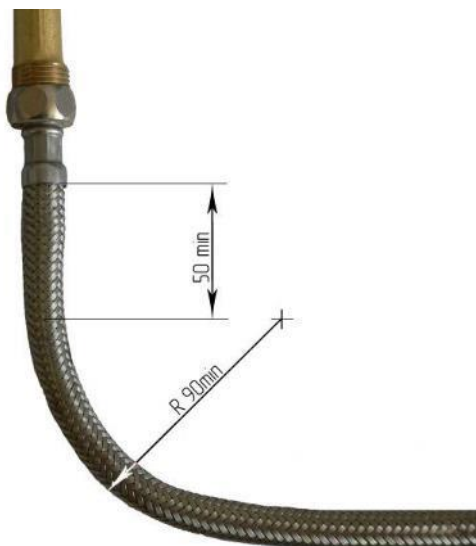

Рис. 2. Требования к монтажу гибких шлангов
- установку шланга с изгибом вблизи наконечников. Длина участка шланга у заделки, который не должен подвергаться изгибу, должна быть не менее 50 мм. Минимально допустимый радиус изгиба шланга, измеряемый по внешней образующей, должен составлять 90 мм (см. рис. 2).